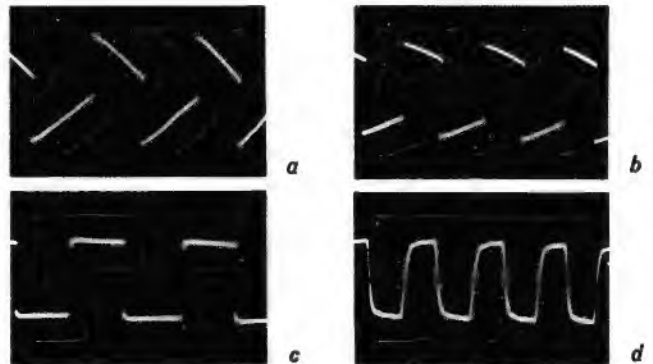

Bild 8. Überalles-Impulsbilder am 16-Ω-Ausgang für die Frequenzen a = 40 Hz, b = 100 Hz, c = 1 kHz, d = 10 kHz
6.1 Wirkung der gehörrichtigen Lautstärke-einstellung (Bild 8)